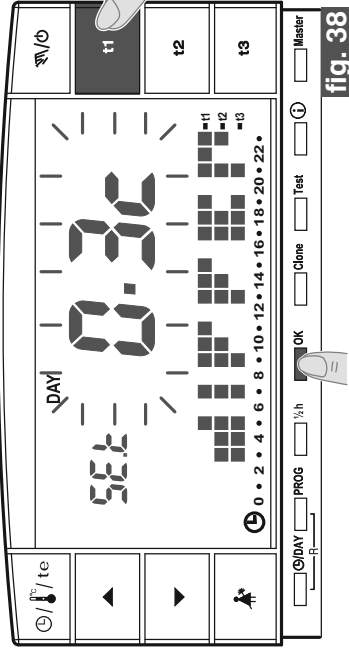
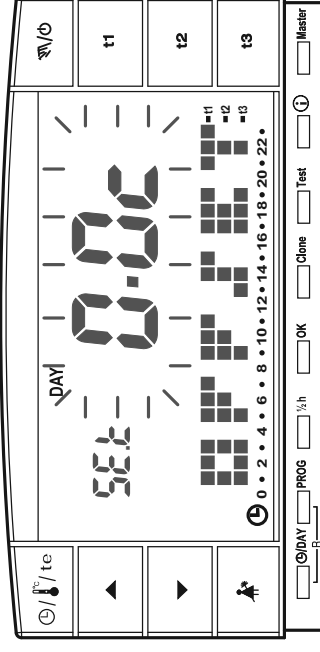

fig. 38
fig. 39
- Tenere premuto il tasto **t1** fino alla comparsa della **scritta lampeggiante** del valore impostato per il Differenziale (esempio in fig. 38 - impostazione di fabbrica **0,3°C**).
- Premere **OK** (fig. 38) per passare all'impostazione della correzione (Offset) (fig. 39).